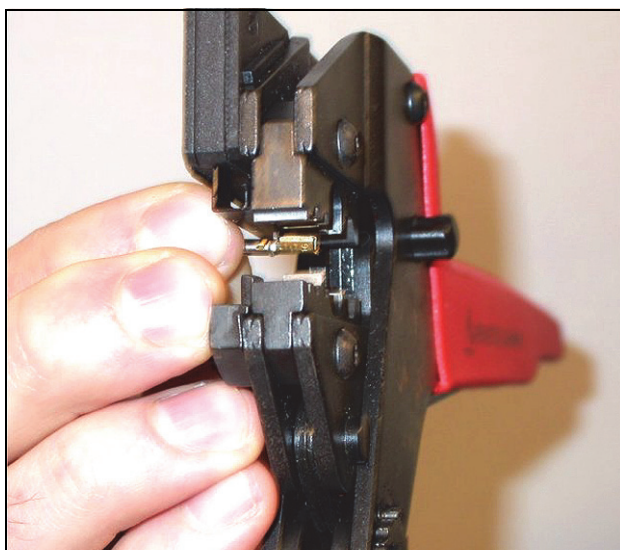
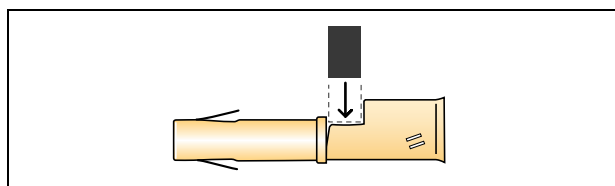

figura 30.12: Crimpatura di un contatto (1)
figura 30.13: Posizionamento del contatto della presa
- 10 Inserire un contatto della presa nella pinza (utensile 3, vedere figura 30.12). La parte superiore della pinza a crimpare presenta uno scalino per il posizionamento del contatto nell'utensile (vedere figura 30.13).